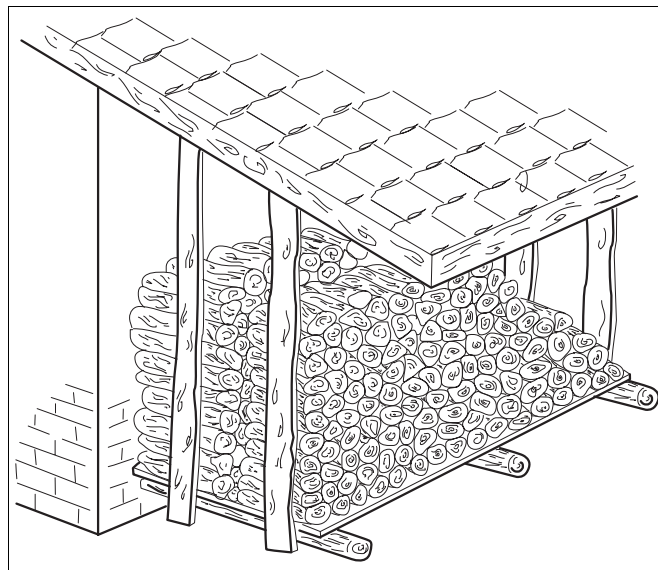

Abb. 15 Brennstofflagerung außerhalb von Gebäuden
- Stapeln Sie das Holz locker an einer Wand auf und stützen Sie es auf wenigstens einer Seite ab (Abb. 15).